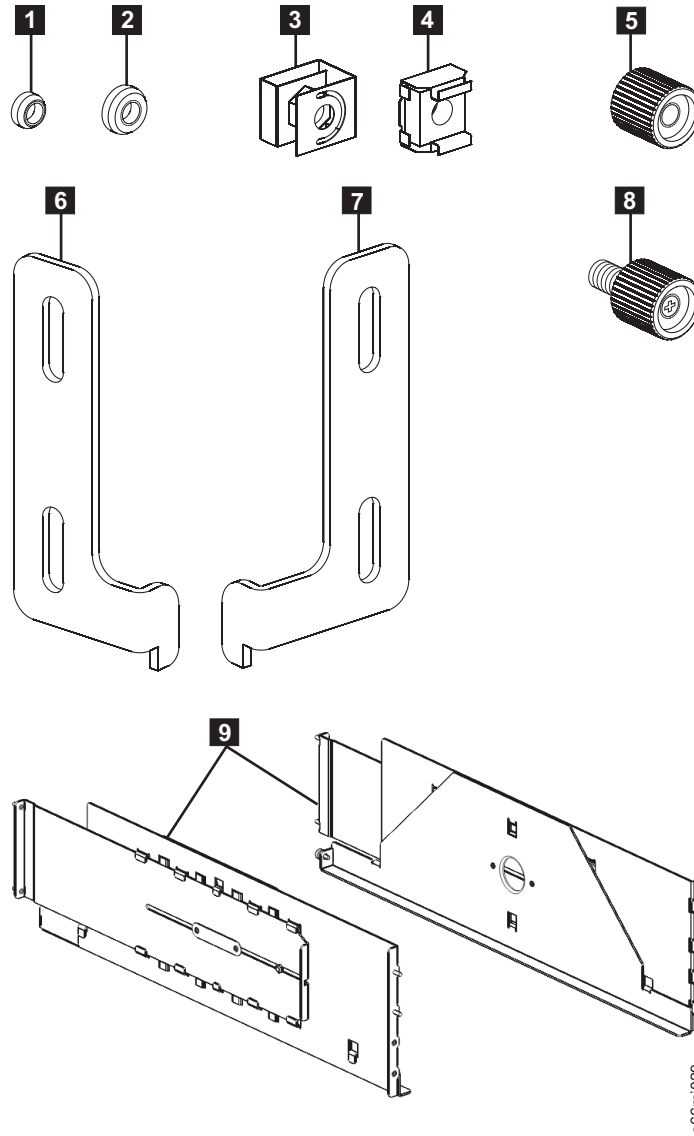

Figura 3-3. Hardware del kit de montaje del bastidor (las piezas no tienen un tamaño proporcional en la figura)
16	Tuercas de centrado: <ul style="list-style-type: none"> • 8 para los bastidores con orificios redondos (1 de la Figura 3-3) • 8 para los bastidores con orificios cuadrados (2 de la Figura 3-3)
8	Tuercas de mano de color negro (5 de la Figura 3-3)
2	Aletas del bastidor (6 y 7 de la Figura 3-3 en la página 3-5):
4	Tornillos de las aletas del bastidor (8 de la Figura 3-3 en la página 3-5):
2	Rieles (9 de la Figura 3-3 en la página 3-5)
8	Tuercas prisioneras/de abrazadera: <ul style="list-style-type: none"> • 4 tuercas de abrazadera para bastidores con orificios redondos (3 de la Figura 3-3 en la página 3-5) • 4 tuercas prisioneras para bastidores con orificios cuadrados (4 de la Figura 3-3 en la página 3-5)
Los rieles (9) de la Figura 3-3 en la página 3-5) del kit de montaje del bastidor requieren cinco EIA de espacio de bastidor vertical y se instalan en los cinco EIA de la parte inferior de la ubicación de bastidor seleccionada para la biblioteca.
3. Para una biblioteca de 14U, instale las tuercas de abrazadera (**3** de la Figura 3-3 en la página 3-5) para los rieles verticales del bastidor con orificios redondos o las tuercas prisioneras (**4** de la Figura 3-3 en la página 3-5) para los rieles verticales del bastidor con orificios cuadrados en los rieles frontales del bastidor con las posiciones siguientes:
1. Contraiga el riel (**9** de la Figura 3-3 en la página 3-5).
- Utilice las tuercas de centrado de orificio redondo (**1** de la Figura 3-3 en la página 3-5) para los rieles verticales del bastidor con orificios redondos.
- Utilice las tuercas de centrado de orificio cuadrado (**2** de la Figura 3-3 en la página 3-5) para los rieles verticales del bastidor con orificios cuadrados.
- b. Coloque una tuerca de mano (**5** de la Figura 3-3 en la página 3-5) en cada espiga y apriételas.
- c. Coloque los tornillos (**8** de la Figura 3-3 en la página 3-5) en las ranuras de aleta derecha del bastidor (**7** de la Figura 3-3 en la página 3-5) y apriételos.